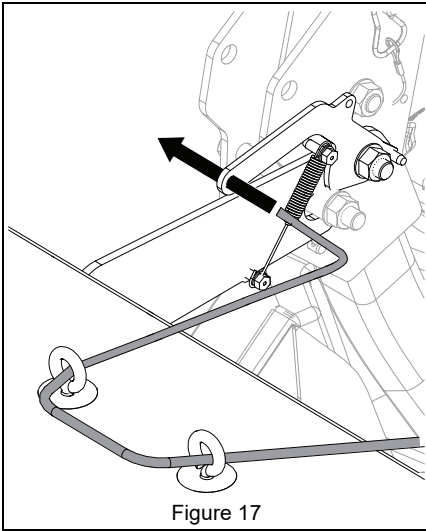

Figure 17
3. Faire passer la corde dans l'œillet du bras gauche de l'ensacheuse et faire un nœud. Voir Figure 17.